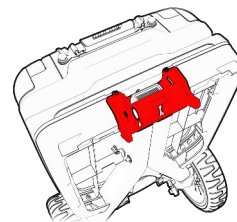

Figura 56
2. Junte las dos partes y use los ganchos colgantes (vea la Figura 56) para alinear los dos extremos correctamente. En este punto, el botón de liberación central hará clic.